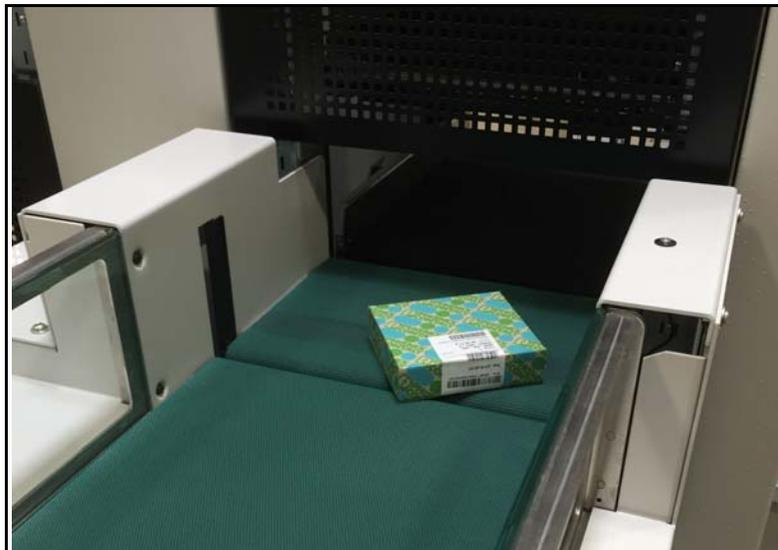

Figura 4-33: Esteira Transportadora de Imagens Entrega o Item ao iBOT
- A esteira transportadora de imagens transporta o item para um iBOT que está aguardando (consulte Figura 4-33 na página 150).